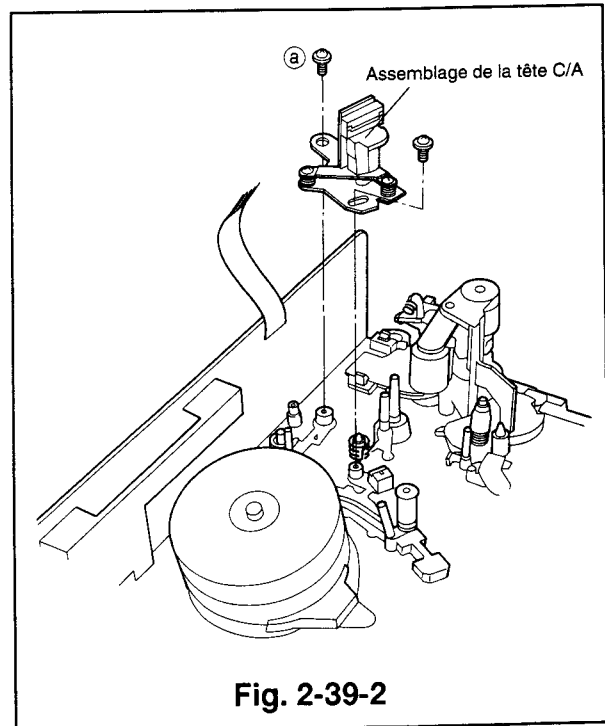

Fig. 2-39-2
- 2) Enlever les deux vis (a), (b) qui maintiennent l'assemblage de la tête C/A sur le plateau principal, et déposer l'assemblage. (Voir la Fig. 2-39-2)
- 2) Placer l'assemblage de la tête C/A dans la position de la Fig. 2-39-2 et le fixer à l'aide des deux vis (a,b).